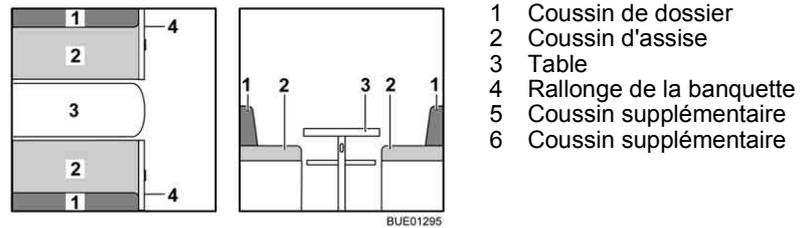

Fig. 112 Avant la transformation
- Agrandir la table (Fig. 112,3) et la transformer en sommier de lit (voir paragraphe 6.10).